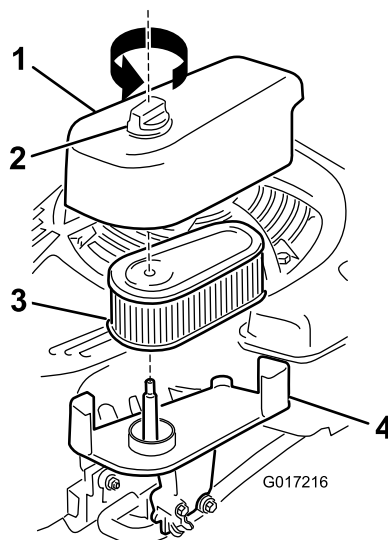

Figura 25
1. Afloje el cierre y retire la tapa del filtro de aire (Figura 25).